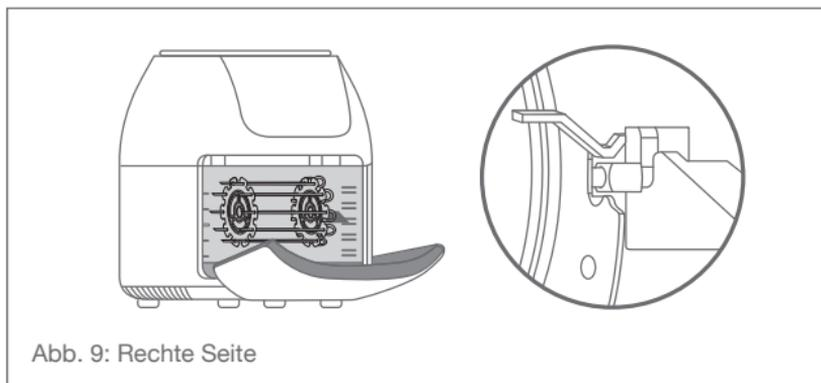

Abb. 9: Rechte Seite
5. Legen Sie nun die rechte Seite des rotierenden Frittierkorbes (2) oder des Grillspießes (4) in die entsprechende Vertiefung – s. Abb. 9.